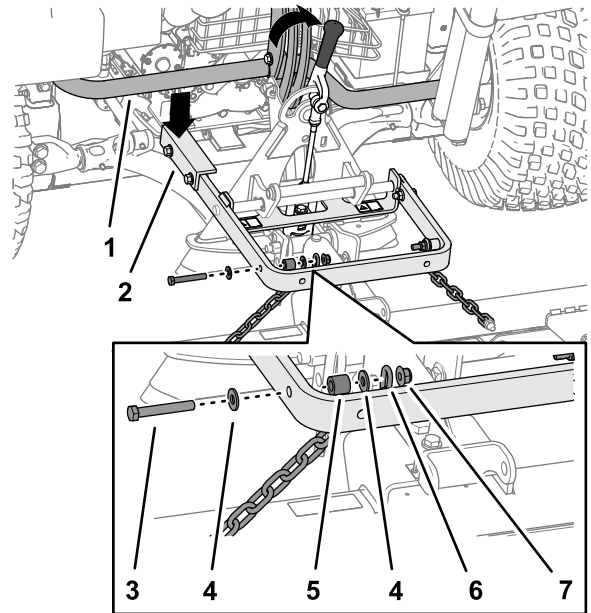

图7
重要事项 提升臂总成的长臂必须位于主机后机架总成的下方图7。
因此当提起并移动附件时务必使用附件的连接器背面的手柄图7。
5. 使用 1 个螺栓 $\frac{3}{8}$ x $2\frac{1}{2}$ 英寸、2 个垫圈 $\frac{3}{8}$ x $\frac{7}{8}$ 英寸、1 个隔片和 1 个锁紧螺母 $\frac{3}{8}$ 英寸将每个链条最上面的链环固定到提升臂(图7)的外侧。